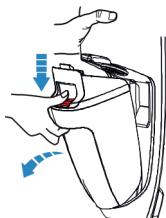
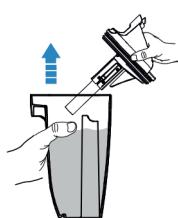

Fig. 26
Fig. 27
- Retire el depósito de agua sucia (Fig. 26), retire la tapa del depósito (Fig. 27).